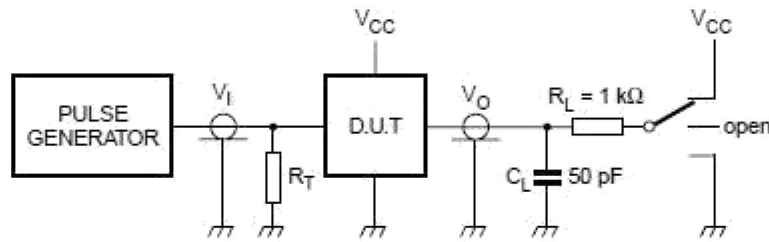

图6.测试开关速度的负载电路
### 交换参数 1 (Tamb=25°C, GND=0, tr=tf=6.0ns, CL=50pF, 见图6)
**交流参数 2** ( $T_{amb}=-40 \sim +85^{\circ}\text{C}$ ,  $\text{GND}=0$ ,  $t_r=t_f=6.0\text{ns}$ ,  $C_L=50\text{pF}$ , 见图 6)
**交流参数 3** ( $T_{amb}=-40 \sim +125^{\circ}\text{C}$ ,  $\text{GND}=0$ ,  $t_r=t_f=6.0\text{ns}$ ,  $C_L=50\text{pF}$ , 见图 6)